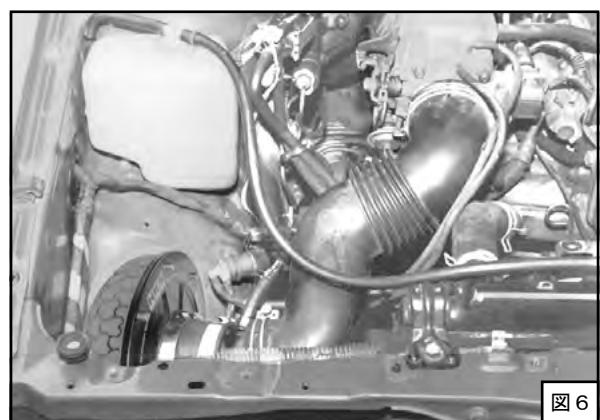

図6
- (5) パワーフロー本体がボディなどと干渉しないように位置を決めてください。位置が決まったら、ホースバンド・ボルトを固定してください。この時ホースバンド・ボルトを締めすぎないようにしてください。(図6)